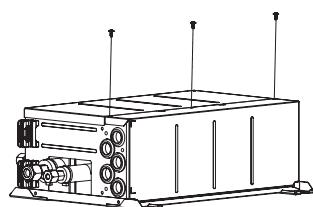

Fig. 4-5
4.1. Rörledningens riktning kan ändras. (Fig.4-4). [Arbetssätt] (Fig. 4-5)
① Ta bort skruvarna i varje del.